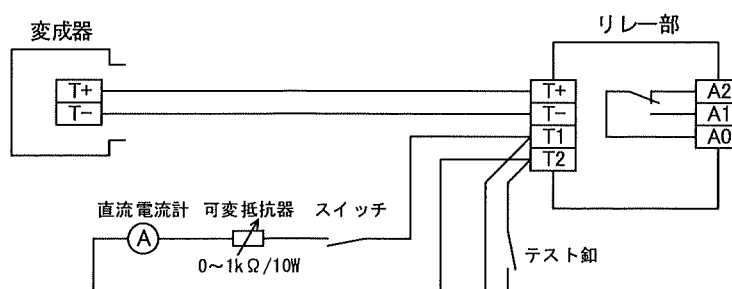

図 2. 等価試験回路
- (1) テスト用端子 (T1, T2) に接続されたテスト鉤を操作して行います。(図 2 をご参照下さい)
- (2) 無負荷時 (2A 以下) に行います。
- (1) 図 2 のように T1-T2 間に可変抵抗器 (水抵抗器など) と電流計 (DC30mA FS) を接続し、可変抵抗器でテスト電流を可変しながら A1-A0 間が動作 (OFF) した時の電流を測定して下さい。無負荷検出感度は以下の式より求められます。
付図 2